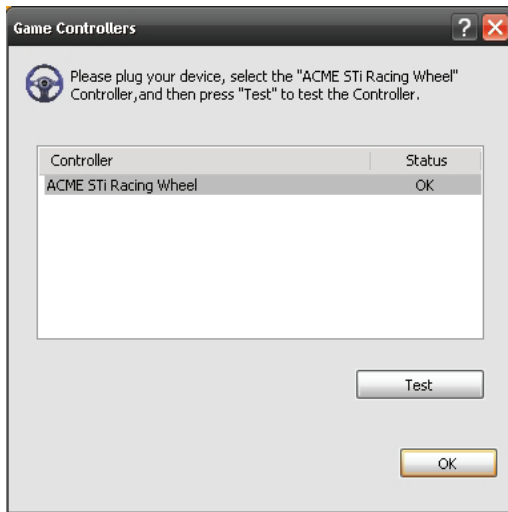
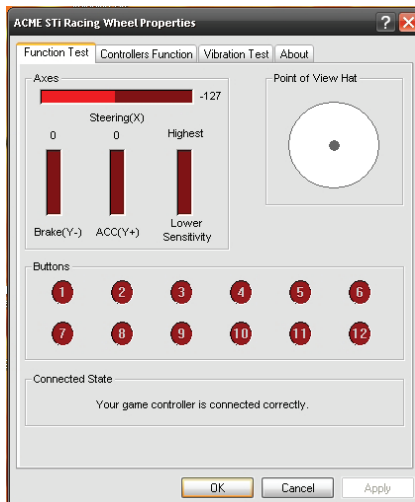

Figura 3
Figura 4
- Faceți dublu clic pe comanda rapidă „ACME Sti Racing Wheel” pentru a introduce controlerele de joc (consultați Figura 3 prezentată mai jos).
Faceți clic pe butonul „Test” după cum se vede in Figura 3 de mai sus. Intrați în testul interfeței volanului ca mai jos (consultați Figura 4) pentru a testa axele și butoanele.